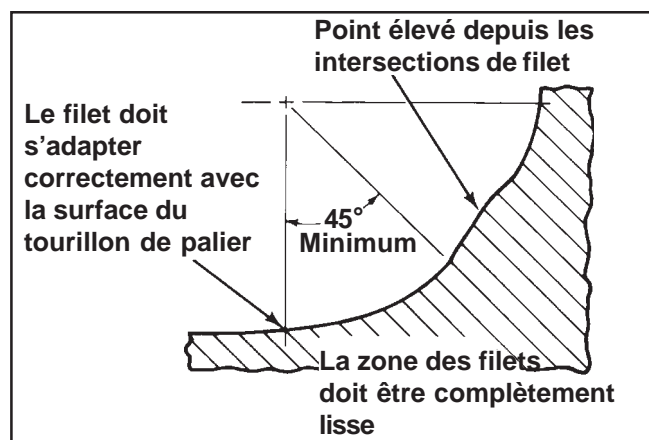

Figure 10-1. Filets du maneton.
**REMARQUE !** Si le maneton a été meulé, effectuer une inspection visuelle pour vérifier que le filet s'amalgame bien à la surface du maneton. Voir la Figure 10-1.